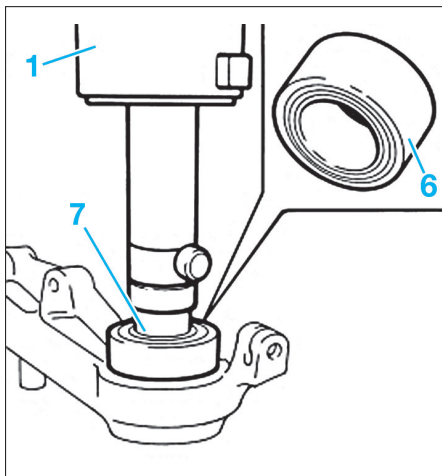

FIG. 16
- Mettre le pivot sur la presse et introduire le roulement neuf (6) à l'aide d'une entretoise (7) de diamètre correspondant (Fig.16).